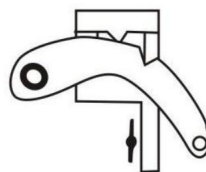

Fig.2.
En prenant toutes les précautions nécessaires, prenez la charge avec le cric (c'est-à-dire soulevez légèrement la charge) et assurez-vous que la poignée est en position **COMPLÈTEMENT VERTICALE**, actionnez le loquet d'inversion (20) de manière à ce qu'il soit en position « basse », c'est-à-dire que l'encoche sur le loquet se désengage de l'encoche sur l'interrupteur d'inversion (voir fig. 2). En tenant fermement la poignée, pompez-la comme vous le feriez pour « soulever une charge ».